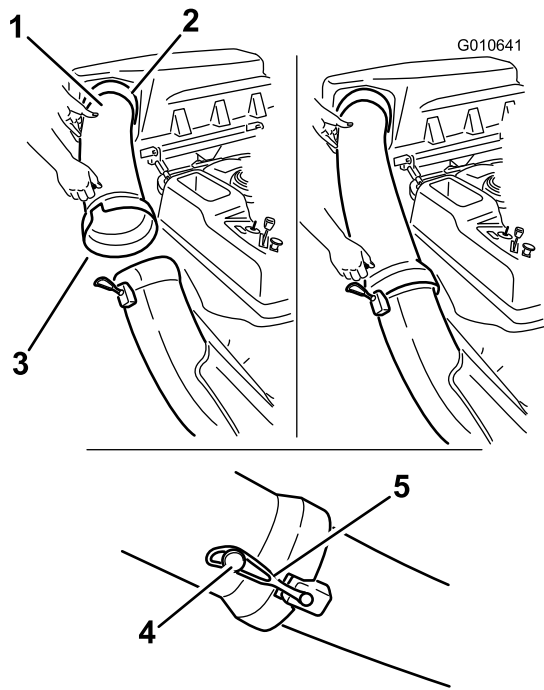

Figura 27
1. Inserite l'estremità curva del tubo di scarico nell'apertura prevista nel coperchio del sistema di raccolta (Figura 27).
- Fate passare l'estremità svasata del tubo di scarico sopra l'estremità del condotto di scarico. Portate il cinghiolo di gomma del condotto sopra il grano del tubo di scarico per ancorarlo con sicurezza (Figura 27).